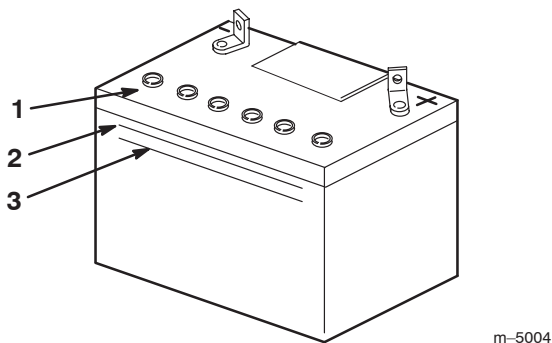

Figure 61
3. Observez le côté de la batterie. Le niveau de l'électrolyte doit atteindre le trait **supérieur** (Fig. 61).
Remarque : Ne laissez pas l'électrolyte descendre en dessous du trait **inférieur** (Fig. 61).
3. Enlevez les bouchons d'aération de la batterie (Fig. 61).
4. Versez lentement de l'eau distillée dans chaque élément jusqu'au trait **supérieur** (Fig. 61) sur le côté de la batterie.
5. Attendez 5 à 10 minutes après avoir rempli les éléments de la batterie puis ajoutez de l'eau distillée, au besoin, pour amener le niveau au repère **supérieur** (Fig. 61) sur le côté de la batterie.